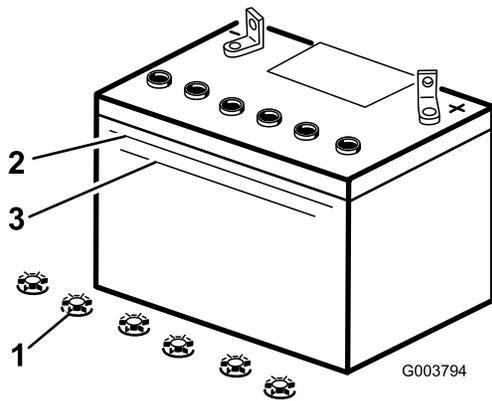

Bild 41
2. Sehen Sie sich die Seite der Batterie an. Der Füllstand muss bis zur oberen Linie reichen (Bild 41). Der Säurestand darf nicht unter die untere Linie fallen (Bild 41).
5. Entfernen Sie die Verschlussdeckel von der Batterie (Bild 41).
6. Gießen Sie langsam destilliertes Wasser in jede Batteriezelle, bis der Säurestand die obere Linie (Bild 41) am Batteriegehäuse erreicht.
7. Warten Sie nach dem Füllen der Batteriezellen 5 bis 10 Minuten. Gießen Sie bei Bedarf destilliertes Wasser in jede Batteriezelle, bis der Säurestand die obere Linie (Bild 41) am Batteriegehäuse erreicht.